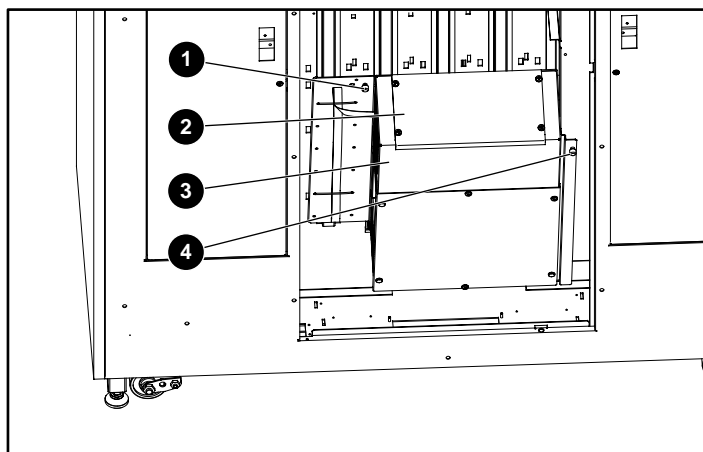

図2: 電子ベイを開く
4. キャビネットの外側に電子ベイを傾けます（図2を参照）。